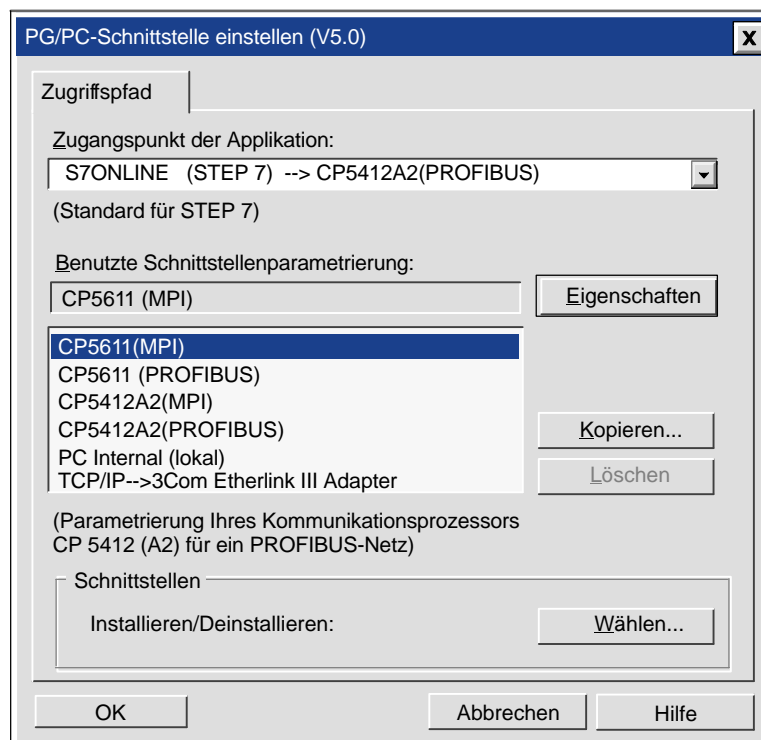

Bild 3-3 Einstellen der PG/PC-Schnittstelle auf dem Computer, auf dem STEP 7 installiert ist
2. Wählen Sie im aufklappbaren Listefeld "Zugangspunkt der Applikation" folgenden Eintrag (siehe Bild 3-3):